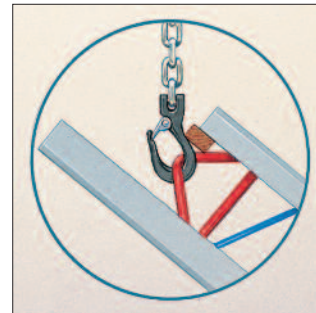

Bild 14a
- gegen Abbrechen der Kanten Brett einlegen (Bild 14a und 14b).